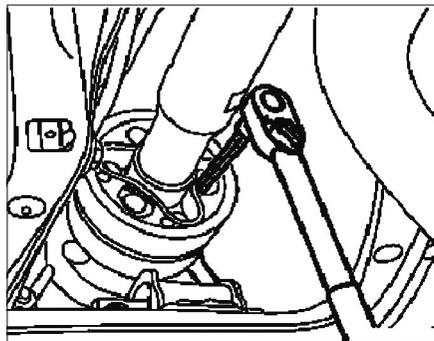

FIG. 2
- Désaccoupler l'arbre de transmission de la boîte de vitesses (Fig.2).